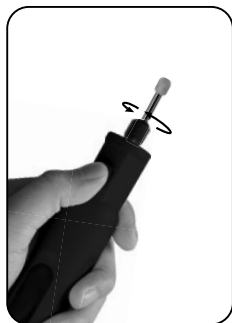

Рис. 4
- Крепко затяните цанговую гайку (рис. 4) по часовой стрелке.